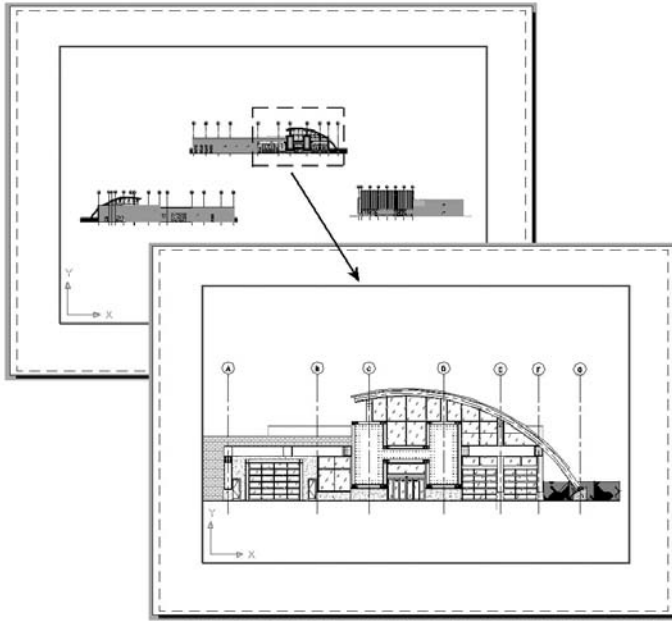

Fig.23.15
- 3 Effectuer un zoom fenêtre pour sélectionner la partie à afficher (fig.23.15).